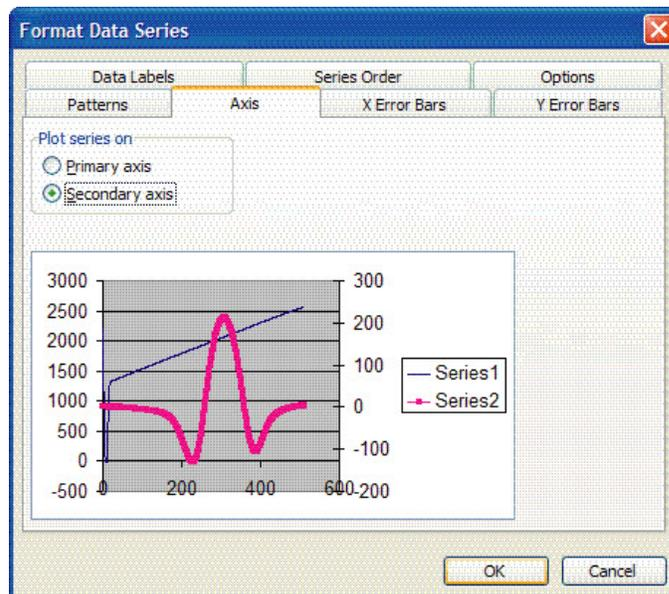

Figura 3-12 Ventana Formato de serie de datos
7. Si la curva $2f$ aparece plana, haga doble clic en ella para acceder a la **ventana Formato de serie de datos** tal como se muestra en la Figura 3-12. Seleccione la pestaña **Eje** y a continuación seleccione **Trazar serie en eje secundario**. Haga clic en **Aceptar** para reajustar la escala del gráfico.